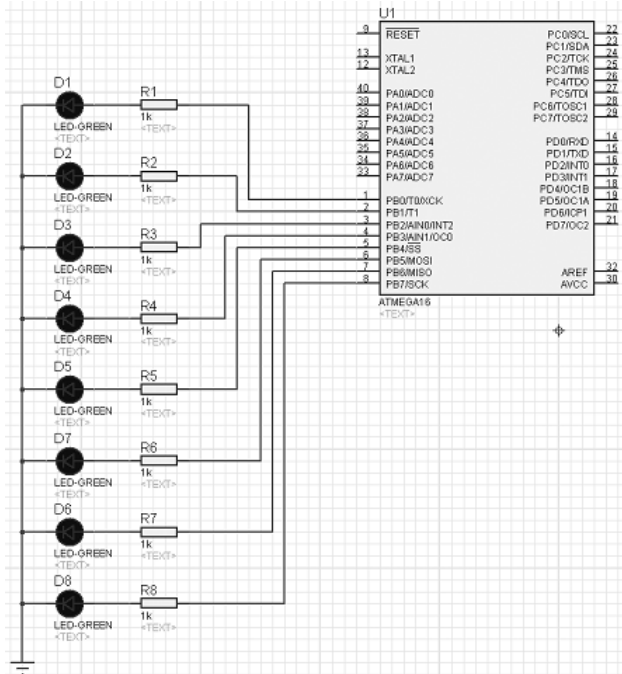

Рисунок. 5.2. – Приклад створення схеми у програмі Proteus VSM
3. Зберіть схему, що зображена на рис. 5.2.